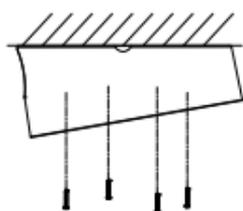

図 2-9 傾斜ベースの取付け
1. 図 2-9 に図示するように、同梱のねじで傾斜ベースを天井に取り付けます。